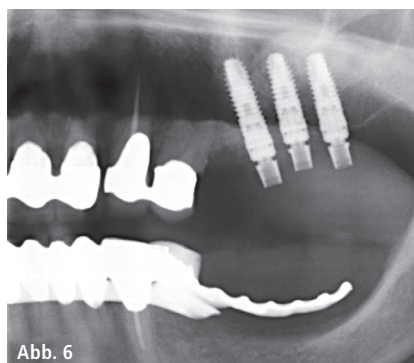

Abb. 6
**Abb. 6:** Röntgenkontrollbild. – **Abb. 7:** Die aufgesetzten TempBase Caps vor Anlegen des Kofferdams. – **Abb. 8:** Intraorale digitale Abformung mithilfe von Scanpuder.
förmige Mukoperiostlappen konnte nun über eine minimale Periostschlitzung gelöst, nach mesial geschwenkt und so die Extraktionsalveole Regio 24 ohne Verziehen verschlossen werden. Im Bereich der Implantate wurde der Lappen durch Schlitzung zirkulär an den TempBases vernäht. Eine Röntgenkontrollaufnahme wurde angefertigt (Abb. 6).